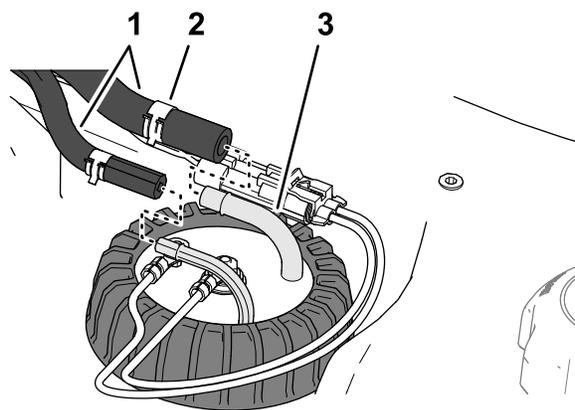

Figura 125
4. Spostate i serratubi che fissano i flessibili ai raccordi del trasmettitore di livello carburante entro bordo e rimuovete i flessibili dai raccordi (Figura 125).